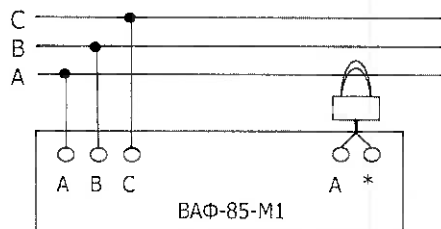

Рисунок 2 - Схема подключения прибора
6.5 Для измерения угла сдвига фаз по току предварительно установить совпадение "нуля" лимба с риской на планке, подключив прибор согласно схеме (**рисунок 2**), на каждом диапазоне измерений с клещевой приставкой.